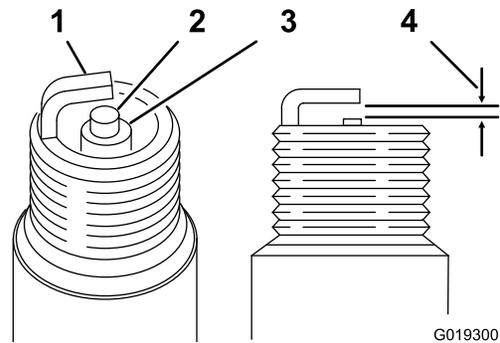

Figura 56
3. Controllate le condizioni degli elettrodi laterale e centrale, e dell'isolatore dell'elettrodo centrale, per accertare che non siano danneggiati (Figura 56).
4. Impostate la distanza tra gli elettrodi (Figura 56) a 0,81 mm tra l'elettrodo centrale e l'elettrodo laterale.